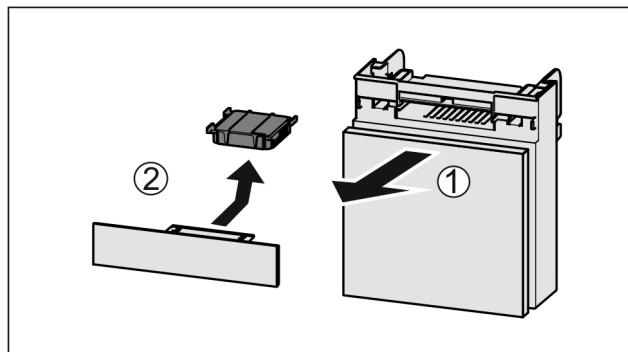

Fig. 41
- Вытянуть Fig. 41 (1) отделение движением вперед.
- Извлечь Fig. 41 (2) фильтра с активированным углем.